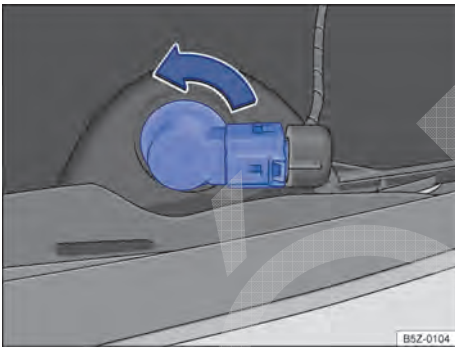

Fig. 181 Atrás do para-choque traseiro: acesso à lâmpada incandescente da lanterna de neblina (somente lado esquerdo).
3. Girar o soquete da lâmpada → Fig. 181, no sentido anti-horário da seta, e desencaixá-lo do alojamento.